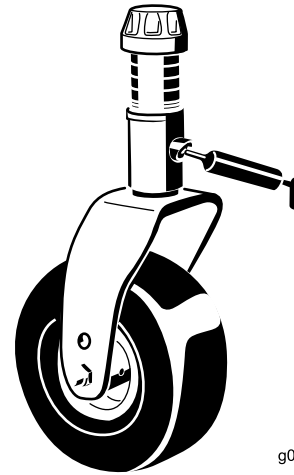

Bild 65
- Laufradgabel-Büchsen (2) (Bild 65)